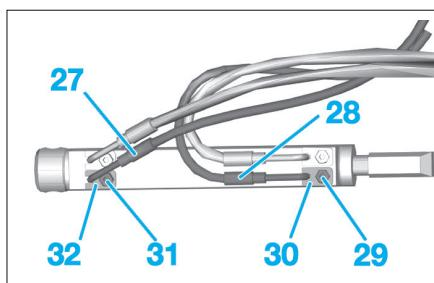

Fig. 127
- Déposer la vis (29) et la plaque de maintien (30) (Fig.127).
- Désaccoupler la canalisation hydraulique (28) (N° 33).
- Déposer la vis (31) et la plaque de maintien (32).
- Désaccoupler la canalisation hydraulique (27) (N° 32).